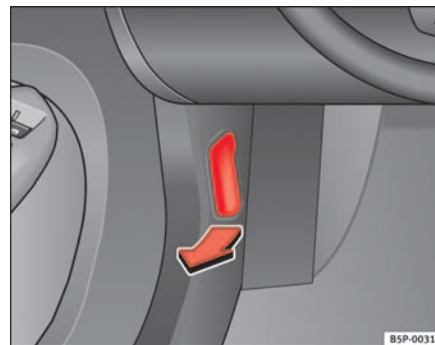

Fig. 141 Detalle de la zona reposapiés del lado del conductor: palanca para el desbloqueo del capó del motor.
- Tire de la palanca que se encuentra bajo el tablero de instrumentos ⇒ **página 216, fig. 141** en el sentido que indica la flecha. El capó queda desbloqueado por la acción resorte del muelle ⇒ .